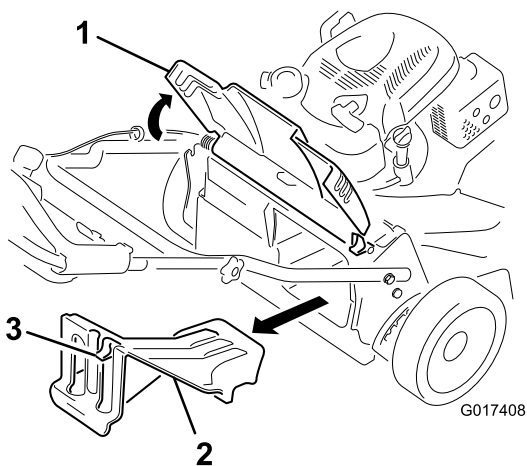

Figura 25
1. Sollevate il deflettore posteriore e tenetelo sollevato (Figura 25).
2. Rimuovete il coperchio di scarico posteriore abbassando il fermo con il pollice ed estraendo il coperchio dalla macchina (Figura 25).